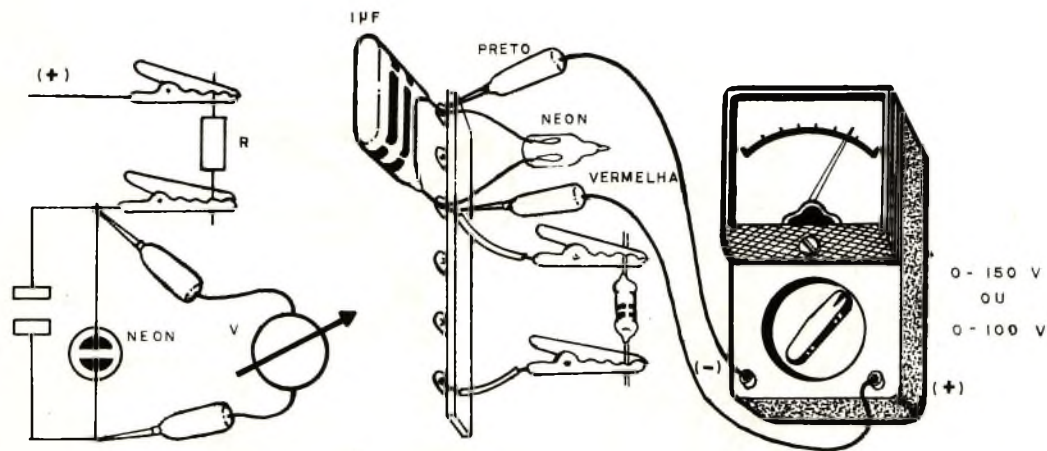

figura 260
- Faça a conexão do circuito ao voltímetro conforme mostra a figura 260